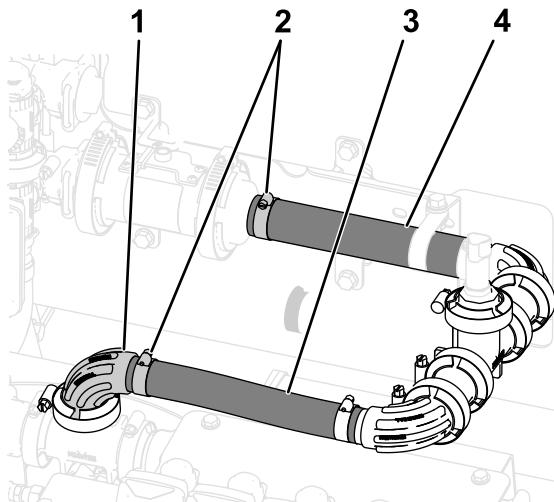

Figura 51
3. Aperte a braçadeira do tubo que prende a tubagem (1 x 7¼ pol.) à união estriada flangeada (1 pol.) que montou no Instalação do coletor do transdutor de pressão \(página 23\); consulte Figura 51.